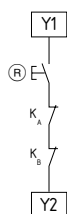

Fig. 3
**Pulsante di Reset esterno (avvio non sorvegliato) (vedere Fig. 3)**